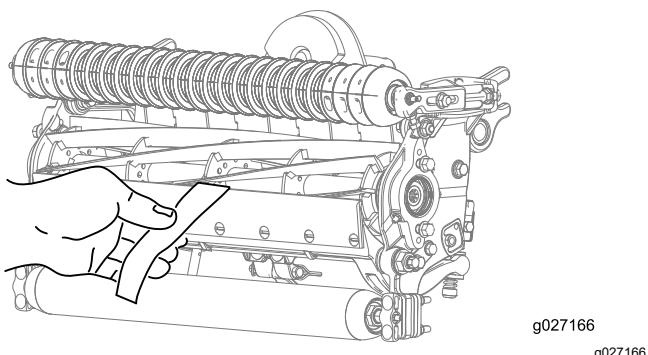

図8
B. リールと下刃の間に、下刃に対して垂直になるように、カッティングパフォーマンスペーパー(Toro部品番号125-5610)の長いストリップを挿入し(図8)、次にリールをゆっくりと前方に回転させる。紙が切れるはずです。切れない場合は、切れるまで手順AとBを繰り返す。
13. 刃合わせチェックペーパー Toro P/N 125-5610 を、リールとベッドナイフとの間に入れてベッドナイフに対して直角にセットし(図 8)、リールをゆっくりと前転させる紙が切れれば適切。左右のベッドバー調整ボルトをそれぞれ1クリックだけ締め、もういちど紙を切るテストを行う。紙が切れるまでこれを繰り返す。